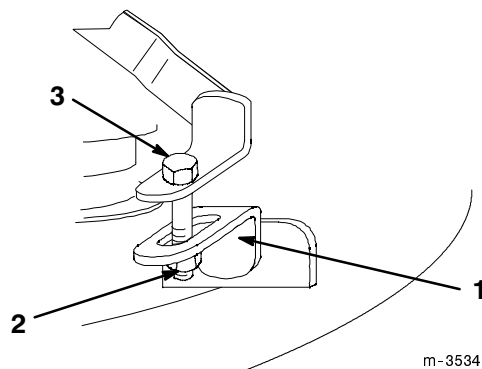

Figure 14
6. Pour régler l'inclinaison avant/arrière des lames, desserrez l'écrou de blocage sur la biellette réglable avant. (Fig. 14).
7. Tournez le boulon sur la biellette pour modifier l'inclinaison de la lame (Fig. 14).